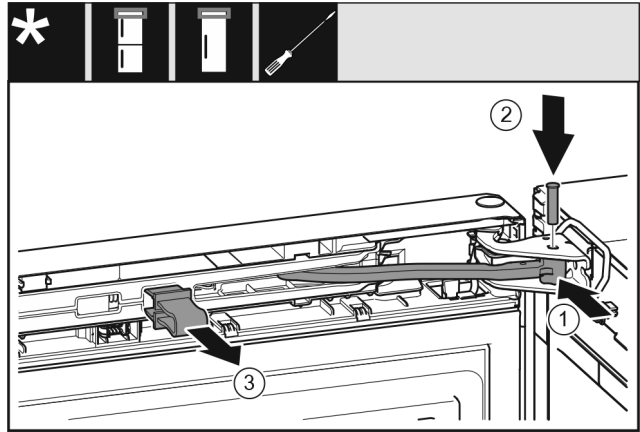

Fig. 23
- ▶ Tourner la jointure Fig. 23 (1) dans le support de palier.
- ▶ Insérer l'axe Fig. 23 (2) dans le support de palier et la jointure. Veiller à ce que l'ergot soit bien en place dans la rainure.
- ▶ Retirer la fixation Fig. 23 (3).